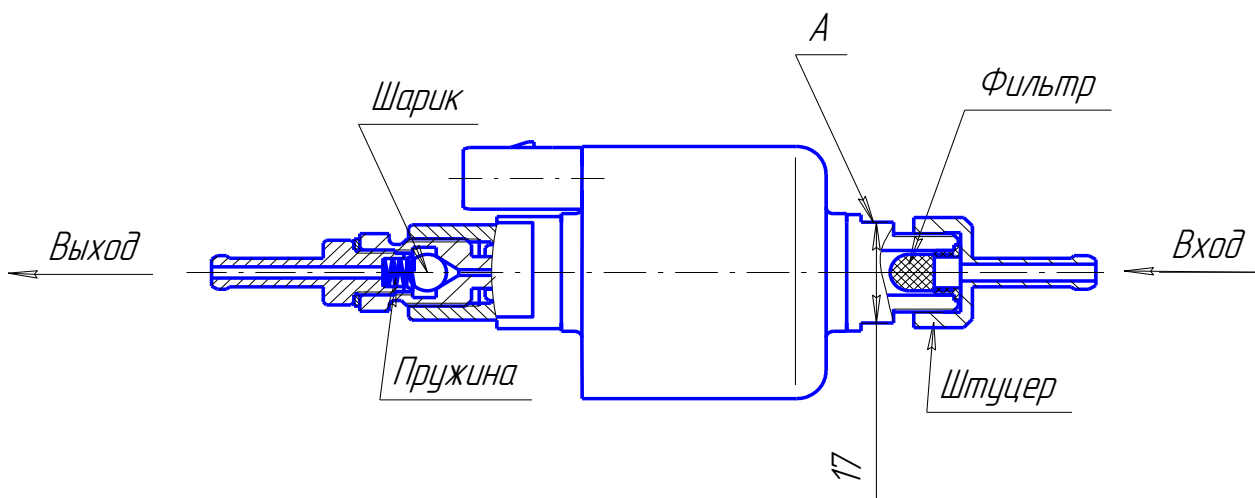

Рис.5 – Топливный насос
- а) демонтировать топливный насос с нагревателя. Зафиксировав ключом (ключ на 17 мм) от поворота за поверхность А, отвернуть штуцер и снять фильтр (см. рис.5, запрещается фиксация топливного насоса за другие поверхности при отворачивании и наворачивании штуцера);